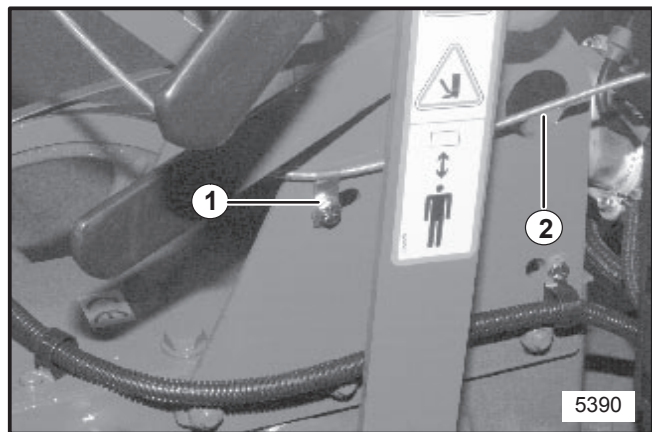

FIGURE 12
15. Faire passer le câble de l'accélérateur vers le moteur et bien l'attacher avec le serre-câble et le hardware comme indiqué à la figure 12 (pour les moteurs Honda, acheminer le câble sur l'intérieur du support).